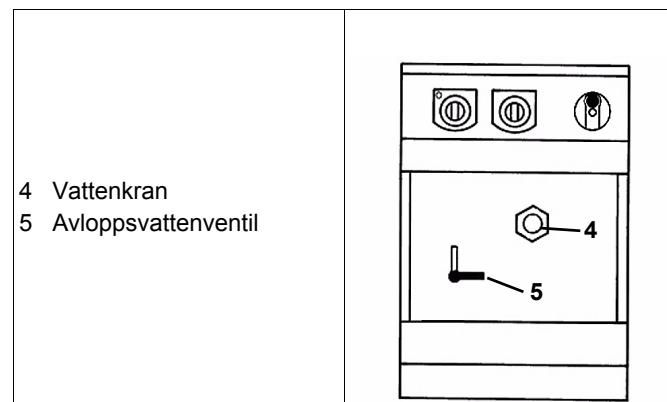

Fig.10 Översikt framifrån
- ⇒ Öppna huvudkranen för gas (1/Fig.10).
- ⇒ Vatten som har försunnit i tråget kan fyllas på genom att öppna kranen (4/Fig.10).
- ⇒ Tappa av vattnet från tråget genom att öppna avtappningsventilen (5/Fig.10) (vrid handtaget moturs till vertikalt läge).